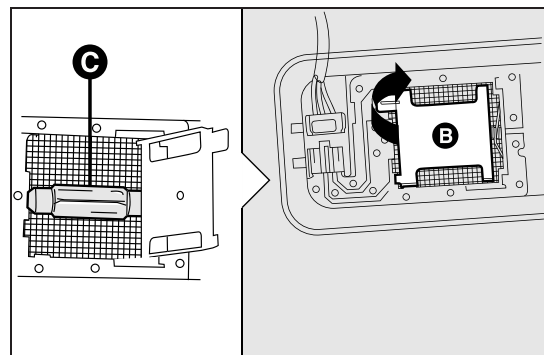

fig. 121
- ☐ open het dekseltje B fig. 121 zoals aangegeven;
- ☐ maak het lampje C fig. 121 los uit de veercontacten aan de zijkant en vervang het; plaats het nieuwe lampje en controleer of het goed vastzit in de veercontacten;